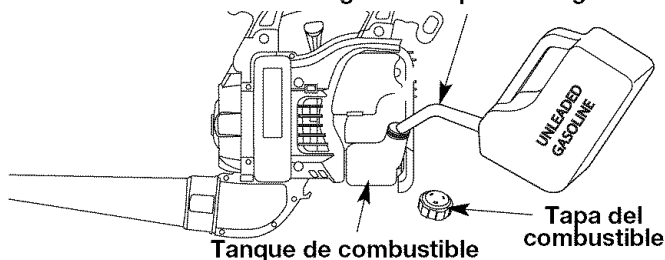

Fig. 13
- Saque la tapa de la gasolina (Fig. 13).
- Coloque el pico del recipiente de gasolina en el orificio de llenado del tanque de gasolina (Fig. 13) y llene el tanque.